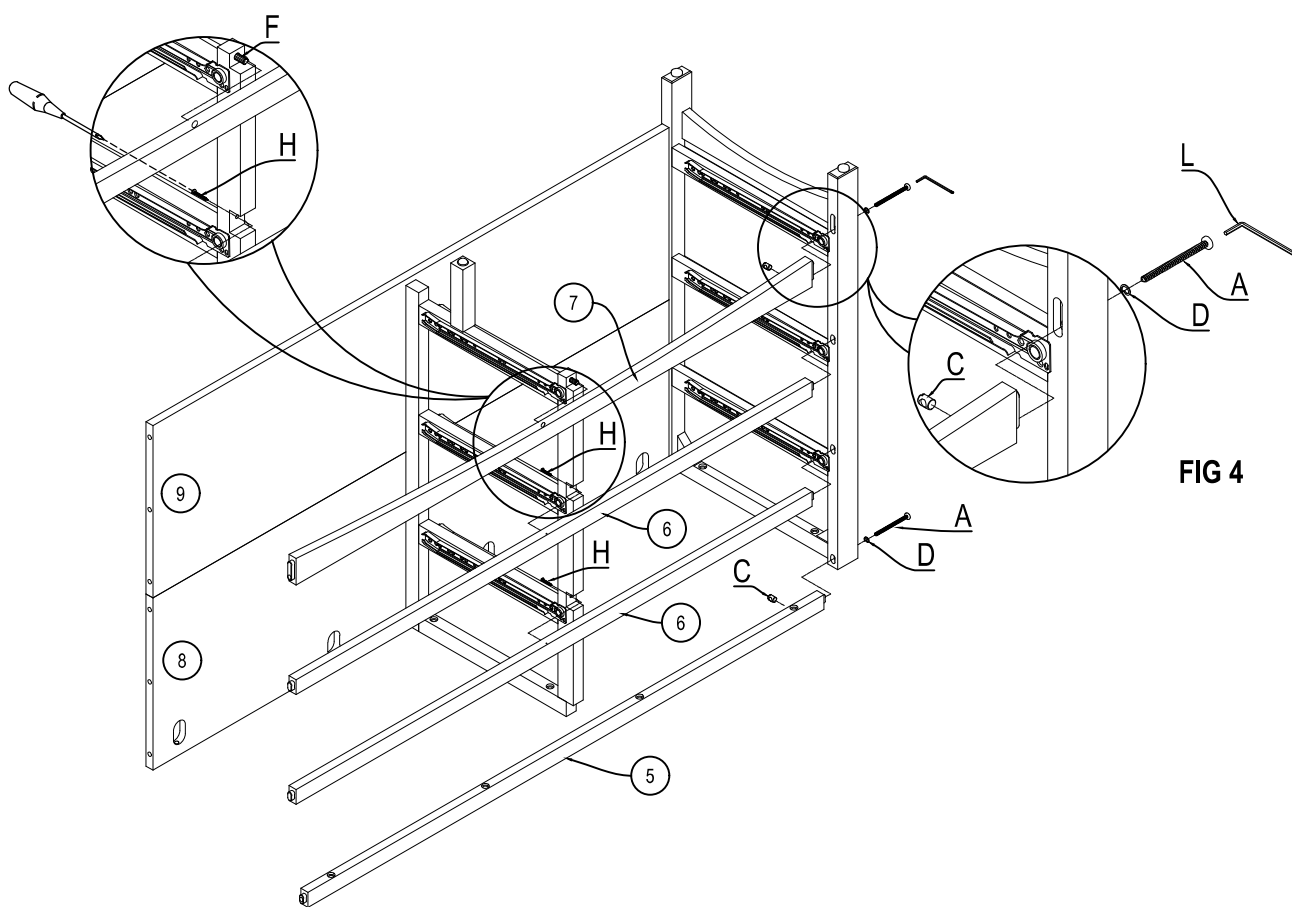

FIG 4
- Insérer le tenon à l'extrémité du rail avant supérieur (5), du rail du tiroir (6) et du rail inférieur (7) dans la mortaise sur le côté gauche comme diagramme. Fixez le rail avant supérieur (4) et le rail inférieur (6) à l'aide du boulon Allen (A), de l'écrou de canon (C), de la rondelle à ressort (D), comme le montre la FIG 4. Serrez tous les boulons avec la clé Allen (L).